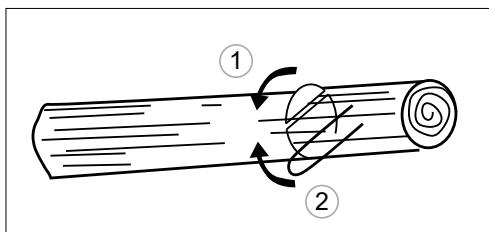

Рис. 22
3. В случай, че стволът е на опори от два края, първо отрежете отгоре 1/3 от диаметъра на ствала, за да избегнете разцепване. След това завършете рязането отдолу, така че да съвпада с първия разрез, като избягвате заклинване на шината (рис. 22).